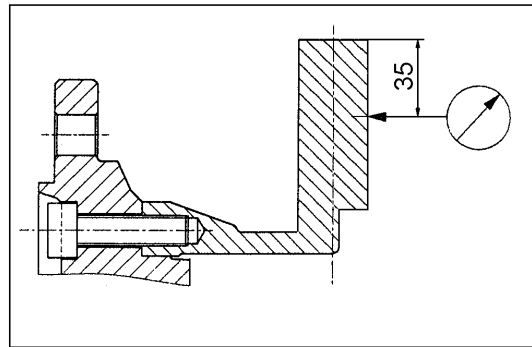

Bild 8
- Bei montierter Bremsscheibe, Bremsscheibenschlag durch Drehen der Radnabe gemäß Bild 8 prüfen. Grenzwert 0,15 mm. Bei höheren Werten Brems-scheibe nacharbeiten bzw. erneuern.